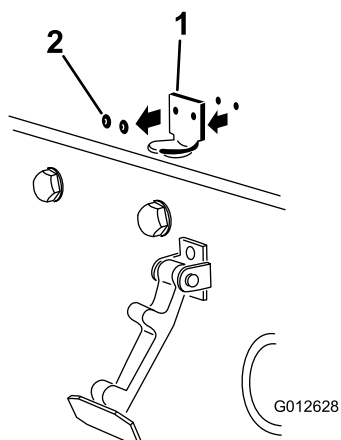

Figure 3
2. Retirez les 2 rivets qui fixent le support de loquet au capot (Figure 3). Enlevez le support du verrou du capot.